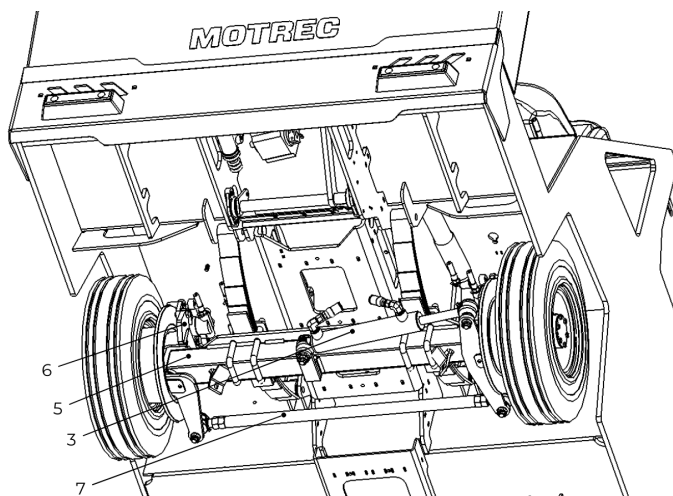

Figure 33. Inspection générale du système de direction.
- Vérin de direction (3). (Voir figure 33)
- Poutre d'essieu (5). (Voir figure 33)
- Axes droit et gauche (6). (Voir figure 33)
- joints à rotule (7). (Voir figure 33)